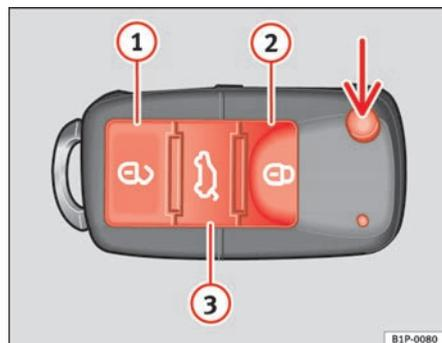

Fig. 63 Teclas de la llave con mando a distancia
Con la tecla ⇒ fig. 63 (flecha) del mando, se desbloquea el paletón de la llave.
Desbloqueo del vehículo ⇒ fig. 63 ①.
Bloqueo del vehículo ⇒ fig. 63 ②.
Desbloqueo del portón trasero. Pulse la tecla ⇒ fig. 63 ③ hasta que todos los intermitentes del vehículo parpadeen brevemente. Al pulsar la tecla de desbloqueo ③, dispone de 2 minutos para abrir el portón. Una vez transcurrido este tiempo se bloqueará de nuevo.
Además, el testigo de la pila de la llave ⇒ fig. 63, parpadea.
Pulsando una vez la tecla ⇒ fig. 63 ①, se abrirá sólo la puerta del conductor, permaneciendo el resto cerradas.
Pulsando dos veces la tecla  ⇒ página 106, fig. 63 , se desbloquearán todas las puertas.
- Pulse la tecla  ⇒ página 106, fig. 63 del mando a distancia.